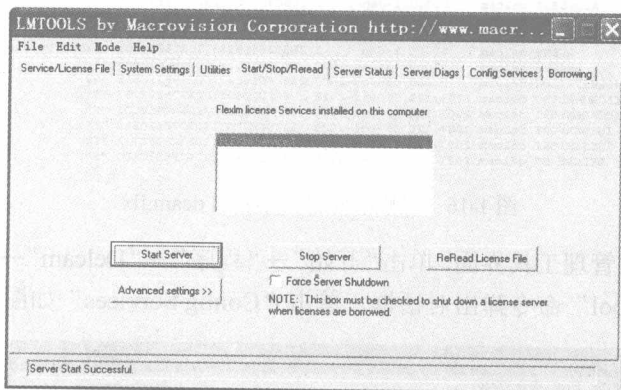

图 1-19 授权管理工具“Start/Stop/Reread”选项卡
⑥ 再在界面中单击“Start/Stop/Reread”选项卡, 如图 1-19 所示, 单击 Start Server 按钮, 启动浮动授权管理。至此,“网络版”的 PowerMILL 软件就可以在服务主机上运行了。